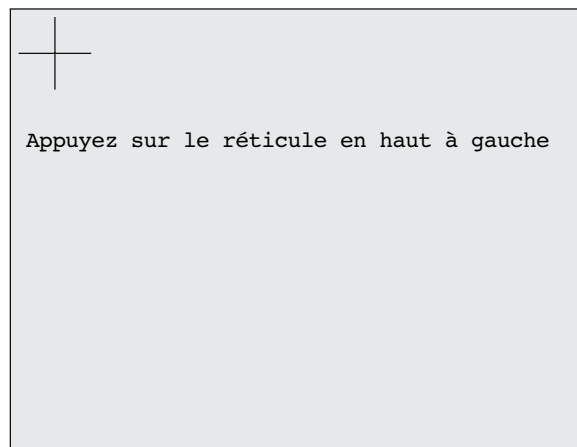

Figure B1.4.1 Écran d'étalonnage initial
1. Appuyez sur la touche 'Étalonnage écran tactile' pour faire apparaître la première page de réglage d'écran, voir figure B1.4.1.